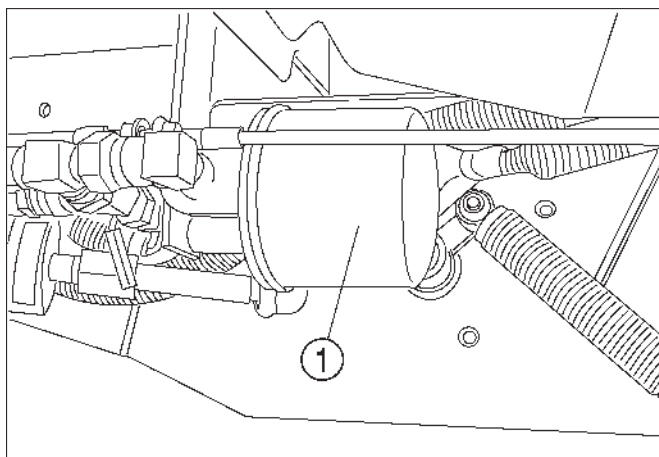

Fig. 79
FIG. 79: Remplacez toujours le filtre à huile hydraulique lors de la vidange d'huile. Dévissez avec précaution le filtre à huile (1) de l'entretoise. Au besoin, servez-vous d'une clé à sangle.